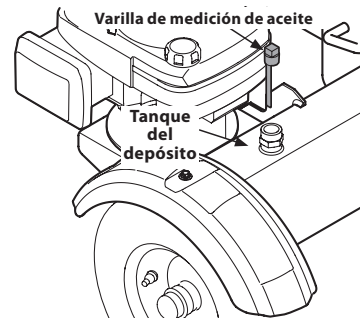

Figura 10
2. Retire la varilla de medición del depósito ventilada, que se encuentra junto al filtro hidráulico en la parte superior del tanque del depósito. Vea la Figura 10.